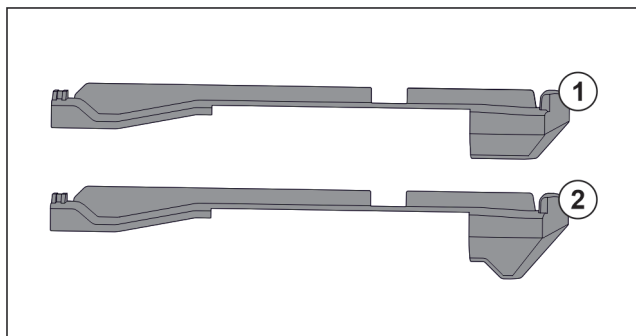

Fig. 78 Sammenligning af påsætningsdelene
I apparatet er der to forskellige påsætningsdele. Påsætningsdelen over den nederste skuffe Fig. 78 (2) har en trekantet kant. Alle andre påsætningsdele Fig. 78 (1) har en lige kant.
- ▶ Anbring påsætningsdelen Fig. 78 (2) med den trekantede kant over den nederste skuffe.
- ▶ Anbring påsætningsdelen Fig. 78 (1) med den lige kant på alle andre steder.